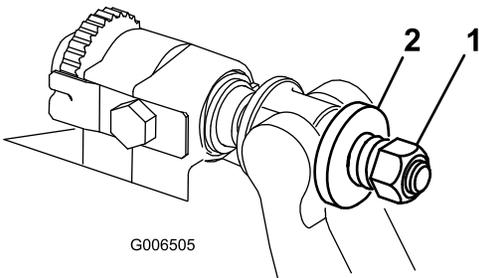

Figura 30
- Serrate il dado di tensione della molla finché la molla non si schiaccia, quindi allentate di 1/2 giro (Figura 30).